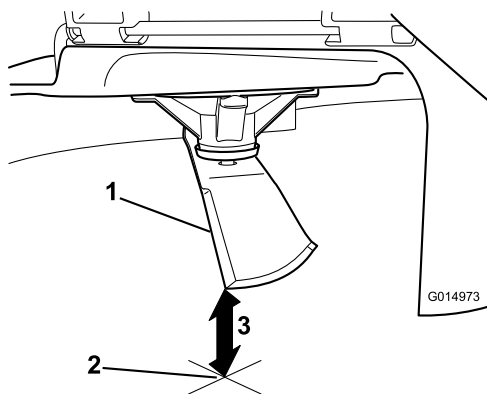

Figura 76
- Mida desde la punta de la cuchilla hasta la superficie plana (Figura 76).